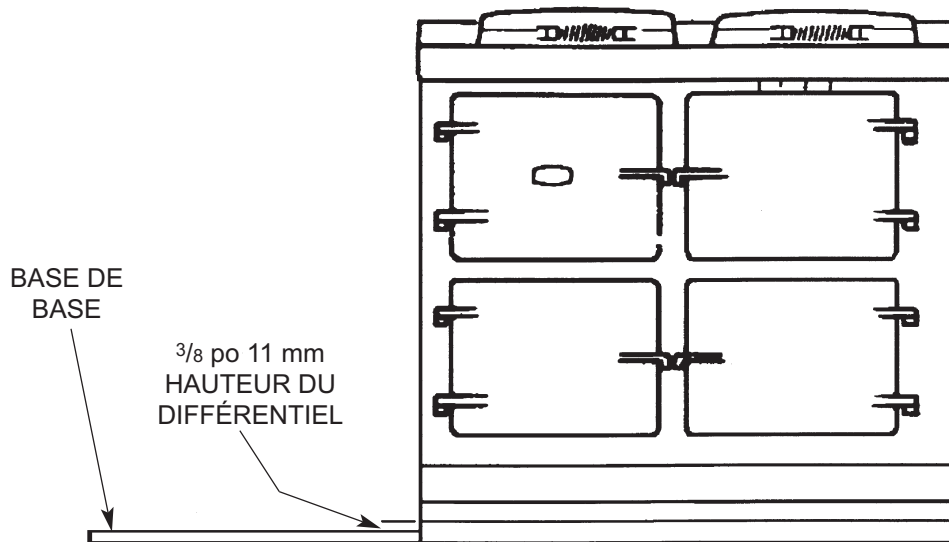

Fig. 6
- 5 Le socle du Module peut maintenant être mis à niveau et installé sur l'appareil principal. Positionnez le socle du Module le long de l'AGA TC3/DC3 en ne laissant pas d'espace entre les deux socles. (Voir fig. 6).
Vous pouvez également vérifier la hauteur entre le socle du Module et de l'AGA Contrôle complet / double pour voir s'ils sont correctes $\frac{3}{8}$ po (11 mm) (Voir Fig. 6 ou 6A). Si nécessaire, utilisez les clous d'ajustement de chaque coin pour mettre le socle à niveau. Dans les cas extrêmes, des cales (« shims ») peuvent être utilisés sous les socles.